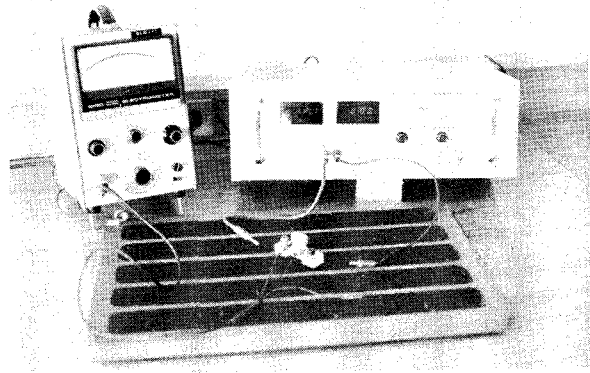

FIGURA 3
d) Substituya el par de placas por dos cilindros coaxiales y apliqueles una diferencia de potencial de 40 V, como se muestra en la figura 3.
a) Con ayuda del profesor y con los elementos de la figura 3, verifique la relación: $C = q/V_{ab}$.